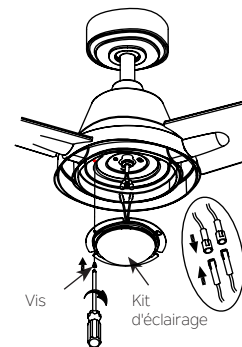

Fig. 24
Étape 2: Maintenir le kit d'éclairage à proximité de la plaque d'éclairage et connecter avec les fils blancs à partir du kit d'éclairage et du ventilateur en poussant les connecteurs ensemble. Suivre la même procédure pour les fils NOIRS (Fig24).
Étape 3: Rassemblez soigneusement les connexions dans le kit d'éclairage. Placez les deux fentes du kit d'éclairage sur les deux (2) vis préalablement desserrées de la plaque d'éclairage. Faites pivoter le kit d'éclairage jusqu'à ce qu'il se verrouille en place à l'extrémité étroite des trous de serrure. Fixez-le en serrant les deux (2) vis précédemment desserrées et celle précédemment retirée. (Fig. 24)